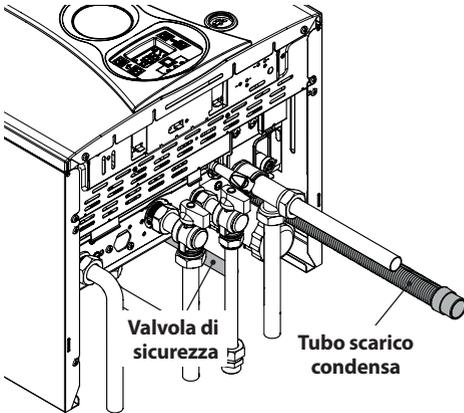

Figura 5.4
- Inserire il tubo flessibile di scarico condensa in Figura 5.4 all'interno del condotto di scarico condensa domestico o nell'imbutto di scarico della valvola di sicurezza, qualora lo scarico sia idoneo a ricevere condensa acida.